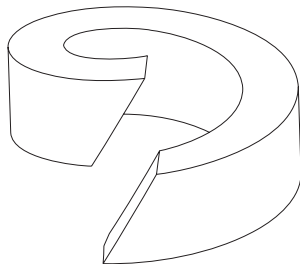

Bild 12: Packungsring
- Beim Zuschneiden der Stopfbuchsabdichtung von der Schnur auf einen schrägen Schnittverlauf achten (siehe Bild 12).